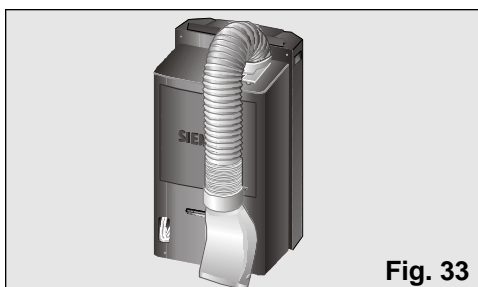

Fig. 33
- Para ello doblar el tubo hacia la parte trasera del equipo y sujetarlo por el enganche difusor, Fig. 33 y 34.